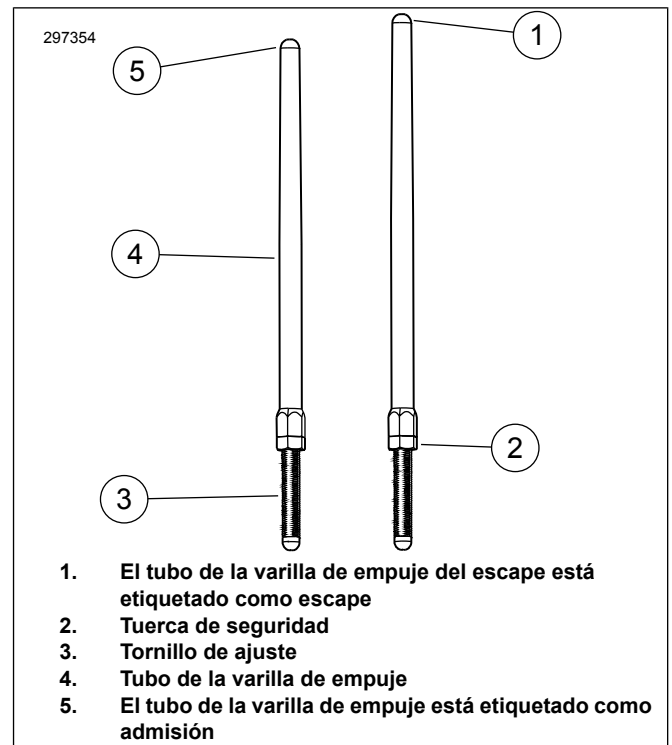

Figura 3. Varilla ajustable
6. Vea la Figura 3. Afloje la tuerca de seguridad en todas las varillas de empuje y ajústelas en su longitud más corta.